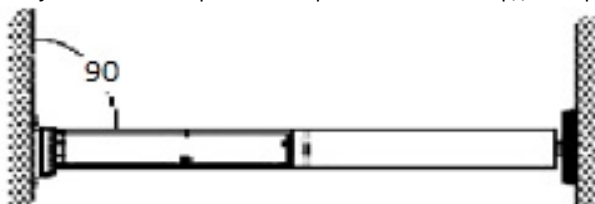

Рис. 6
РУЧНОЕ УПРАВЛЕНИЕ (Рис.6)
- Привод RollHan (с ручным управлением) должен устанавливаться строго горизонтально, перпендикулярно крепежной пластине (Рис.6).